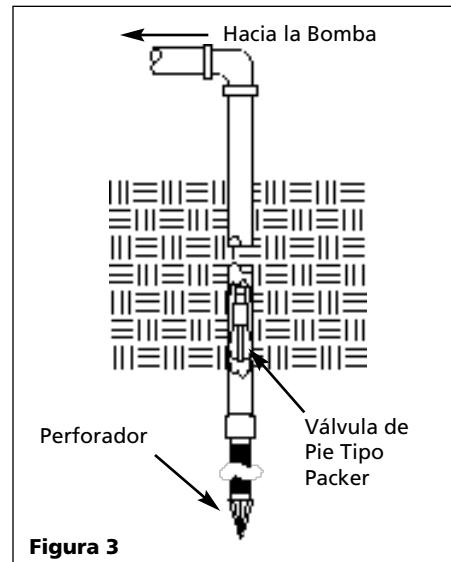

Figura 3
**NOTA:** Puede instalar una válvula de pie tipo packer en el pozo (Vea la Figura 3). Este tipo de válvula de pie permite que la tubería en el pozo se